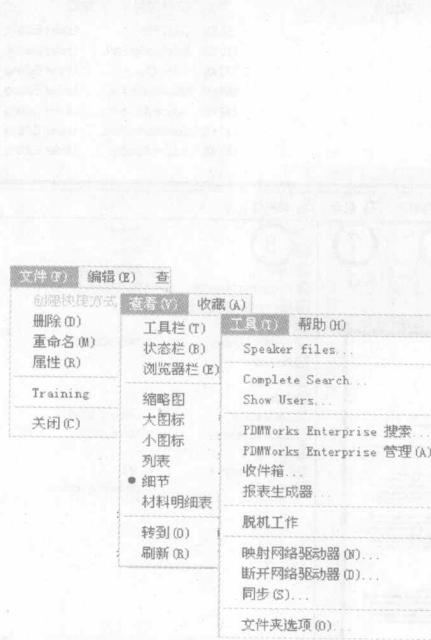

图 2-8 Windows 资源管理器菜单
- 下拉菜单：Windows 资源管理器窗口顶部菜单项有【文件】、【编辑】、【查看】、【工具】、【收藏】和【帮助】等，如图 2-8 所示。